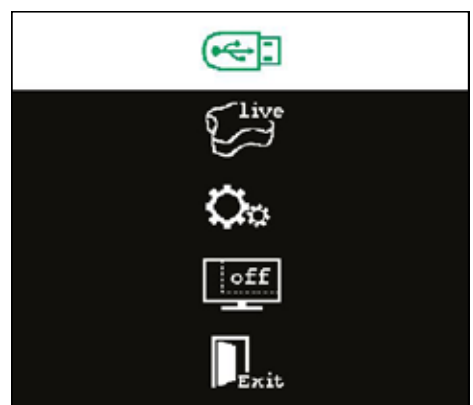
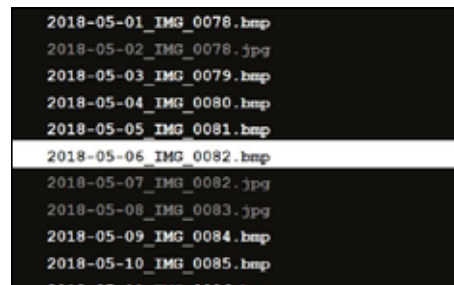

Fig. 20
Fig. 21
- ⇒ Nel menu principale Split Screen (Fig. 20) o nel sottomenu SplitScreen (Fig. 21) selezionare la penna USB.
- ⇒ Nel sottomenu Split Screen (Fig. 21), selezionare la voce Screen Shot.